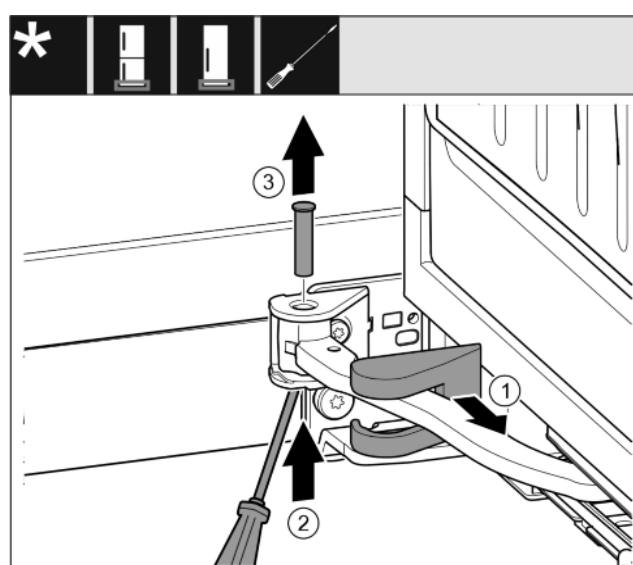

Fig. 12
- Retirer le cache du support de palier et le déplacer le long de l'articulation. Fig. 12 (1)
- Soulever par le bas le boulon avec un doigt ou un tournevis. Fig. 12 (2)
- Placer le tournevis sous la tête du boulon et le sortir. Fig. 12 (3)